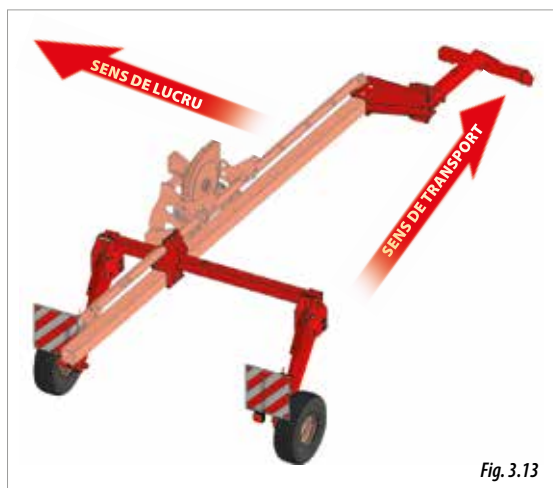

Fig. 3.13
- TOATE UTILAJELE POT CIRCULA PE DRUMURILE PUBLICE, ÎNSĂ NU VOR PUTEA CIRCULA UTILAJELE CU ȘASIU FIX ȘI VARIANT MANUAL FIX CU LĂȚIMEA MAI MARE DECÂT CEA PERMISĂ CONFORM NORMELOR GENERALE DE CIRCULAȚIE. VOR PUTEA CIRCULA ÎN CAZUL ÎN CARE UTILAJUL DISPUNE DE ECHIPAMENTUL OPȚIONAL CĂRUCIOR DE TRANSPORT LONGITUDINAL (FIG. 3.13), ÎN ACEST CAZ LĂȚIMEA DE TRANSPORT ESTE DE 3 METRI.